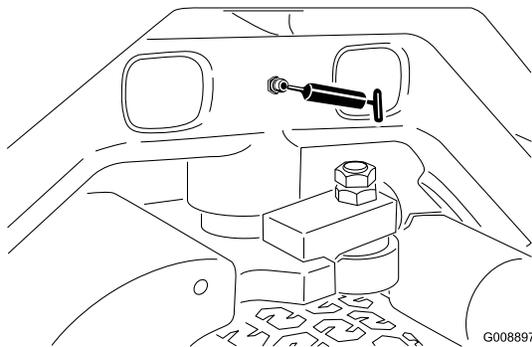

Figura 31
- Perno dello sterzo (Figura 31)